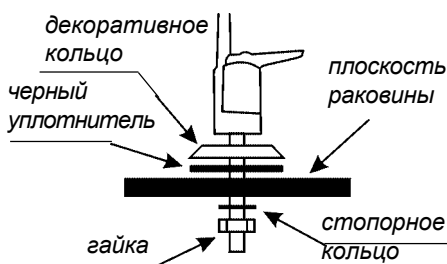
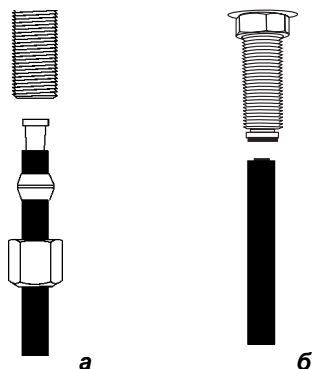

Рис. 6.
Рис. 7.
Монтаж и порядок сборки питьевого крана производите согласно рис.6. В комплекте с питьевым краном, для герметизации соединения с трубкой, может поставляться блок уплотнения, либо питьевой кран может иметь в своем составе быстроразъемный коннектор. На рис. 7а и 7б приведены способы подключения синей трубки к питьевому крану.
2.5. Подсоедините красную трубку от фильтра к шаровому клапану, аналогично рис. 7.